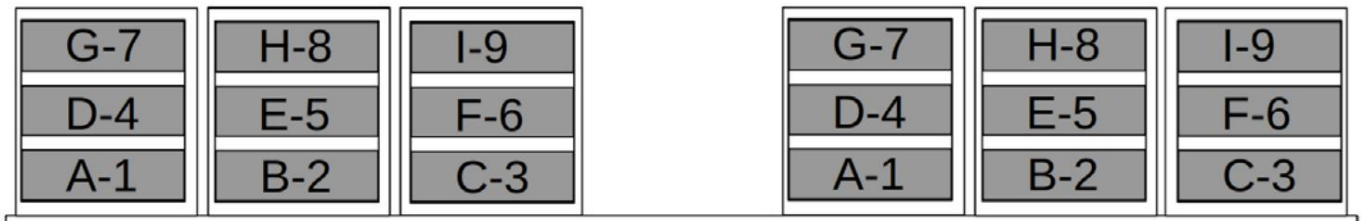

Figura 7 - Vista frontal de los compartimentos de los estantes numerados del A (1) al I (9).
La región superior, adyacente al límite externo de la arena, tiene 2 conjuntos de 3 estantes alineados, uno entre el primer y el tercer cuadrado, y otro entre el quinto y el séptimo cuadrado. Los estantes están dispuestos uno al lado del otro y en conjunto tienen 9 compartimentos para cada juego. Los compartimentos se identifican entre 1(A) y 9(I). El compartimento en la esquina inferior izquierda tiene un valor de 1(A), el segundo en la esquina inferior izquierda tiene un valor de 2(B), el compartimento más alto a la derecha tiene un valor de 9(I), (Figura 7 ).